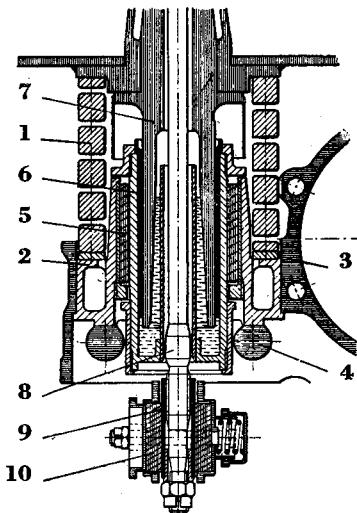

Fig. 2.
Boggirammene er helsveiset med lukkede bjelketverrsnitt og boggiene er innbyrdes ombyttbare. Anleggsflater for motorer, akselkasser m. v. er maskinert med henblikk på fullstendig ombyttbarhet av alle demonterbare deler. Motorene er lagret i boggirammen og blir herved fullstendig avfjæret. Boggirammene er opplagret på hjulsatsernes akselkasser over spiralfjærer med 4-kant tverrsnitt, 2 stk. pr. akselkasse, se fig. 2. Hver akselkasse føres av 2 stk. sylinderiske akselkasse-førings-tapper (7) som er festet i de langsgående boggibjelker. Akselkasse-føringsstappene glir i bronseforinger (6) som over «silentblocks» (5) er festet til fjærsetene (2). Akselkasseføringene arbeider i støvtett oljebad. For demping av spiralfjærernes svingninger er det i forbindelse med en gjennom akselkasse-føringsstappene gående bolt (8) (også festet i langsgående boggibjelke) anbrakt en friksjonsdempfer hvor dempningskraften kan reguleres ved fjærtrykk. Friksjonsdemperen er festet til fjærsetet (2).